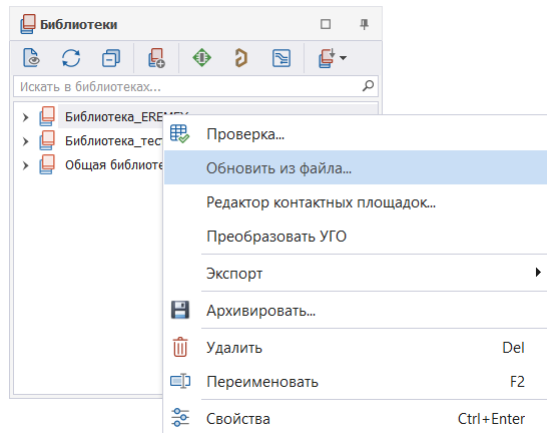

Рис. 8 Запуск обновления библиотеки
2. Из контекстного меню выбрать «Обновить из файла...», см. Рис. 8.